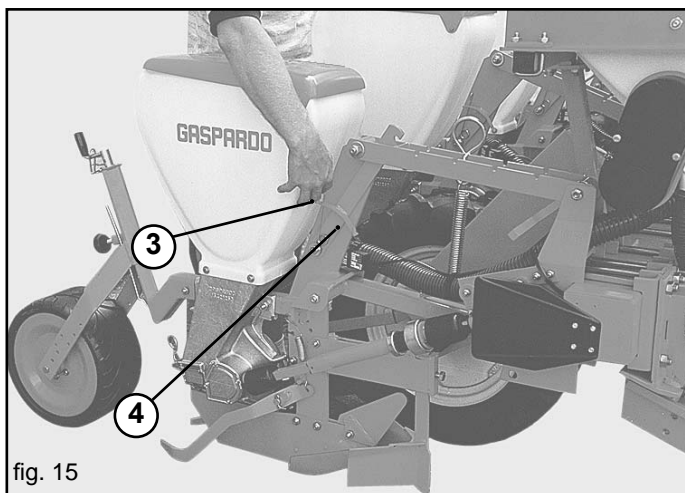

fig. 15
- Agganciare la molla nella posizione 3 (Fig. 15);
- Agganciare la molla nella posizione 4 (Fig. 15).